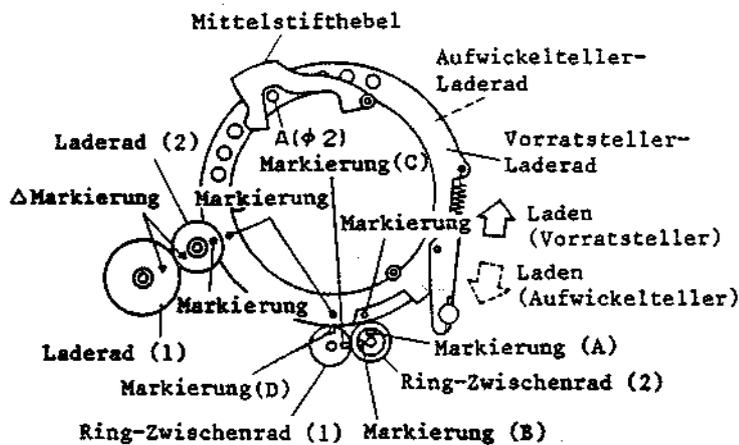

Abb. 3-3
3. Einstellung des Bandlaufwerk-Statusschalters (Abb. 3-3)
2. Die Delta-Markierungen auf dem Halter des Bandlaufwerk-Statusschalters und auf dem Rotor ausrichten, und den Bandlaufwerk-Statusschalter so einbauen, daß die Steuernocke (Form eines umgekehrten "L") innerhalb des Abschnittes A des Rotors liegt (siehe Abb. 3-3).